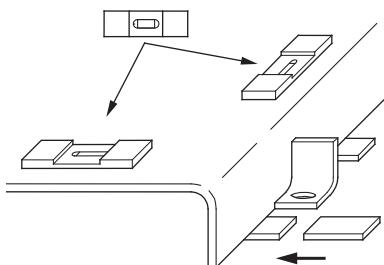

Fig. 7: Mise à niveau et orientation du socle
- Mettre le socle en place et le mettre à niveau dans les deux directions avec des cales d'épaisseur supplémentaires (voir fig. 7).
- Lors de son installation sur la fondation, aligner le groupe complet à l'aide d'un niveau à bulle (sur l'arbre/la tubulure de refoulement) (voir fig. 7). Le socle doit se trouver à l'horizontale avec une tolérance de 0,5 mm par mètre.